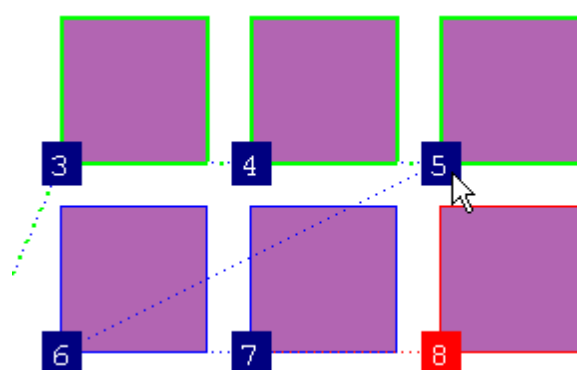

рис.9
- укажите последний переход группы, удерживая нажатыми клавиши **Alt+Shift** (рис.9);